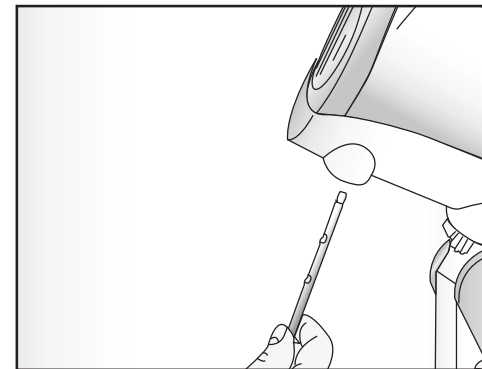

Fig. 5
- Вставить нужные венчики (IL) в передние отверстия ручки до щелчка (Рис. 5).
- Поместить все ингредиенты в чашу (А), нажать кнопку наклона ручки (Н) и опустить корпус двигателя (F).